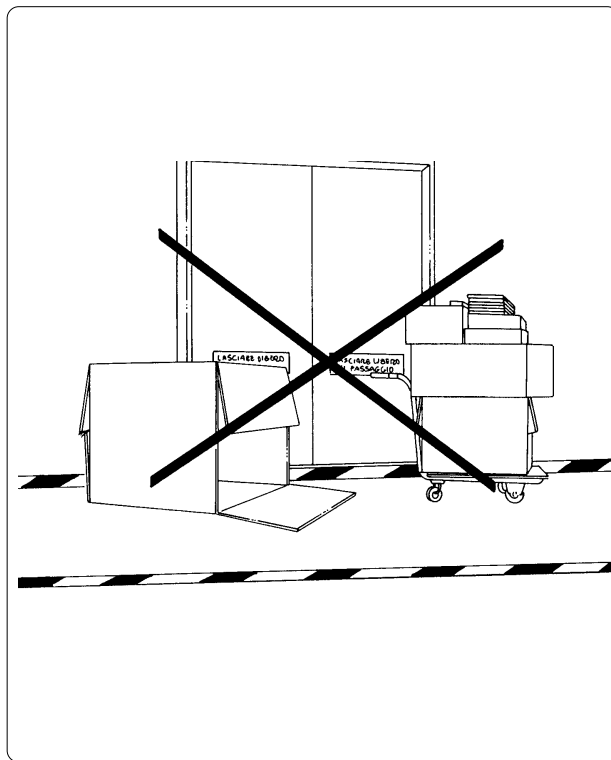

Fig. 4.5.2
- tenere lontano l'imballo dalle zone di passaggio (fig. 4.5.2);
- do not obstruct walkways with the packaging (fig. 4.5.2);